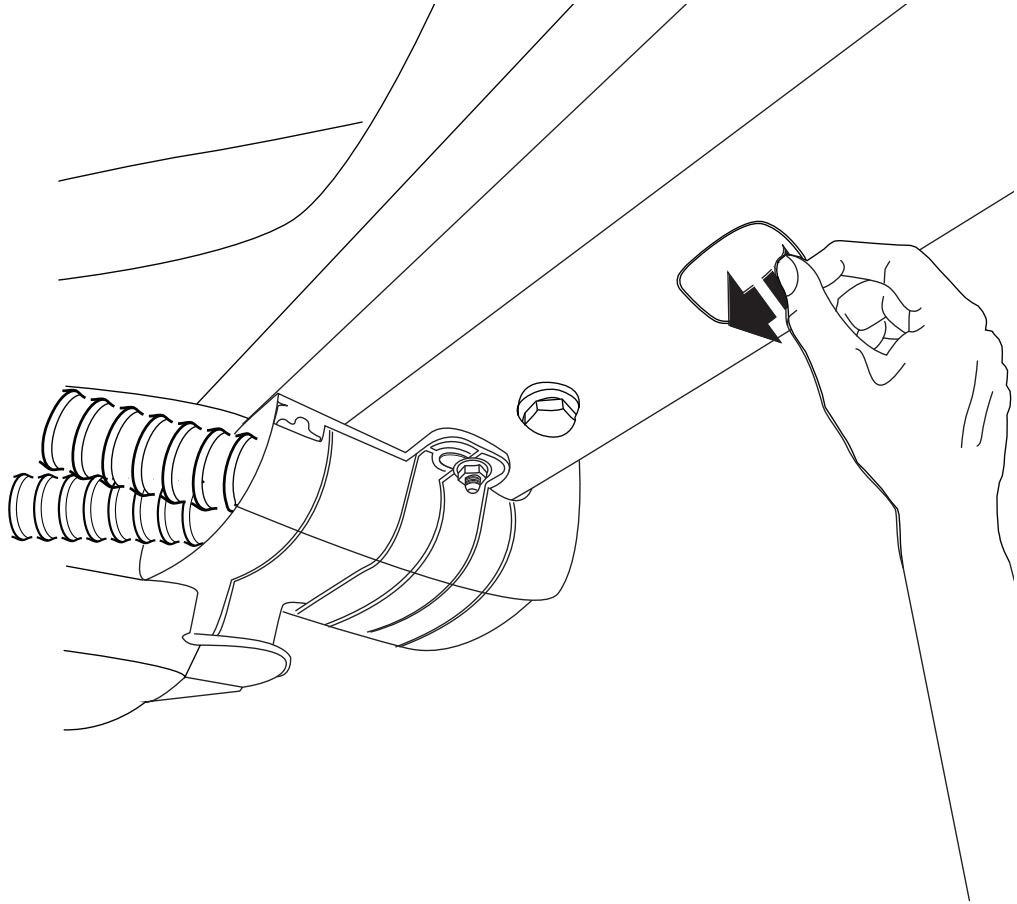

Fig.2
2. Удалить клейкую ленту в указанных точках (см. рис. 2).